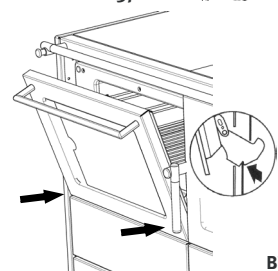

Bild 39
- Die Backofentür mit beiden Händen seitlich fassen und die Scharniere in die Öffnungen am Backofen einführen, das Scharnier rastet ein (Bild 39).